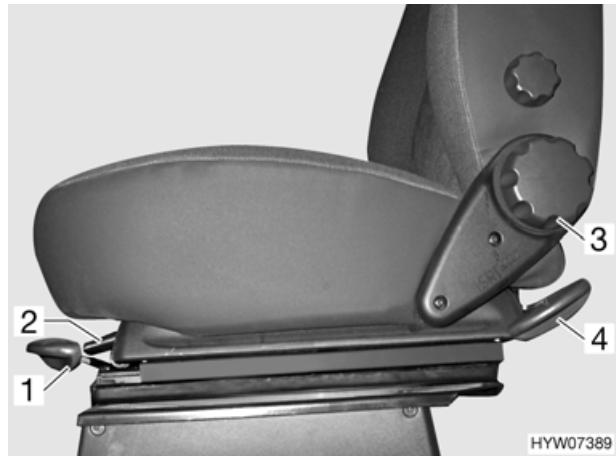
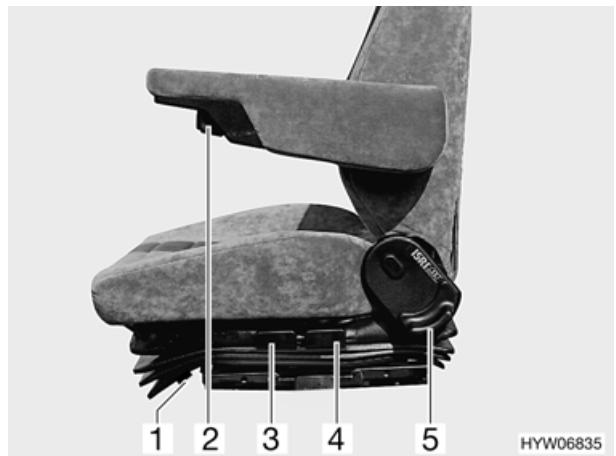

Bild 6 Fahrersitz/Beifahrersitz (Variante 1)
Bild 7 Fahrersitz/Beifahrersitz (Variante 2)
- Griff (Bild 6,1 oder Bild 7,3) ziehen. Der Sitz wird vorne angehoben.
- Griff (Bild 6,4 oder Bild 7,4) ziehen. Der Sitz wird hinten angehoben.
- Griff (Bild 6,2 oder Bild 7,1) ziehen. Der Sitz kann nach vorne oder hinten verschoben werden.
- Handrad (Bild 6,3) drehen oder Griff (Bild 7,5) ziehen. Die Rückenlehne lässt sich in ihrer Neigung verstellen.